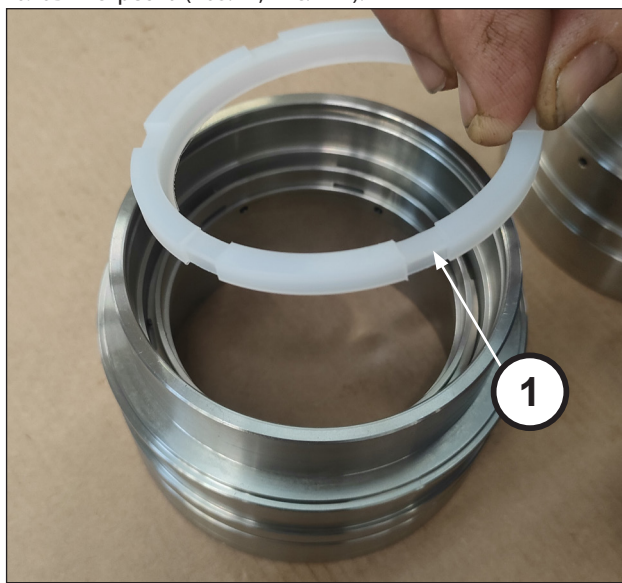
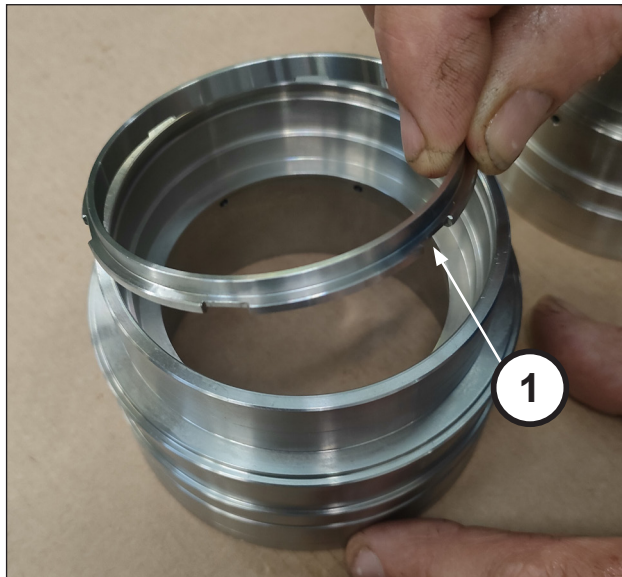

Рис. 146
Рис. 147
Снимите скребковое кольцо (поз. ①, Рис. 146) и кольцо головки скребка (поз. ①, Рис. 147).